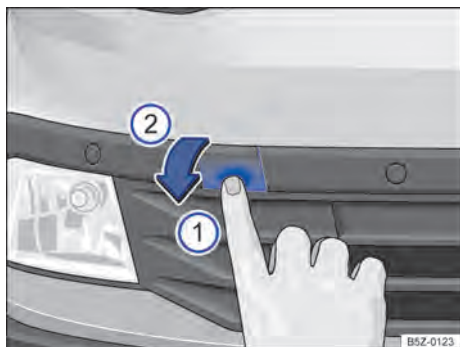

Fig. 187 No para-choque dianteiro à direita: soltar e remover a cobertura.
O alojamento para a argola de reboque rosqueável está localizado à direita do para-choque dianteiro, atrás de uma cobertura $\Rightarrow$ Fig. 187.
- Pressionar na área inferior da cobertura $\Rightarrow$ Fig. 187 ① para soltar o travamento da cobertura.
- Retirar a cobertura para frente ② e deixá-la pendurada no veículo.